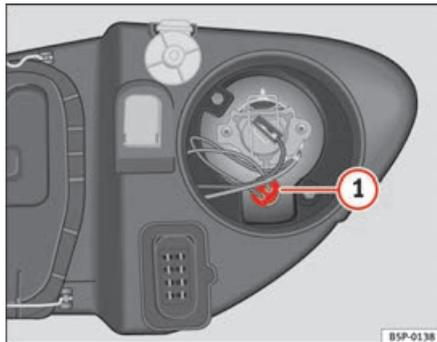

Fig. 193 Feux de position
- Retirez le porte-lampes ⇒ fig. 193 **1** vers l'extérieur.